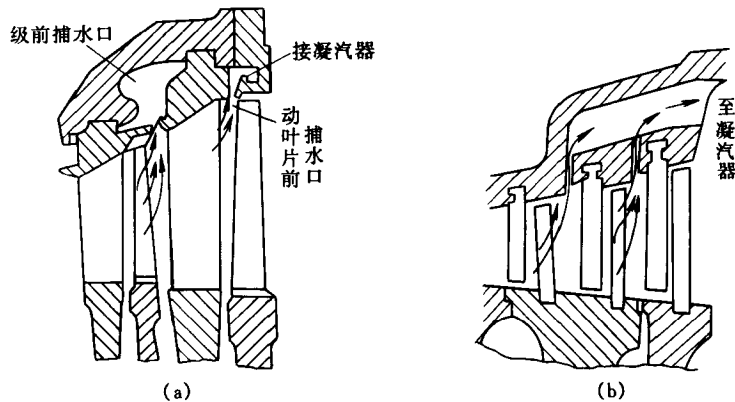

图 1-14 湿蒸汽级的疏水装置
(1) 采用再热循环，此法用于大型蒸汽轮机上，将作过功的蒸汽抽出一部分，送入加热器加热后再返回蒸汽轮机继续做功。
(2) 采用去湿装置，如图 1-14 所示。去湿装置由捕水口、捕水室及疏水通道等构成。水珠受离心力作用，经过捕水口被抛入捕水室，而捕水室与凝汽器相联接，水滴经排水管流入凝汽器。此法广泛用于凝汽式蒸汽轮机。